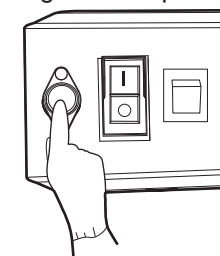

Fig.9
4. Appuyez sur le bouton de réinitialisation [9] (Fig. 9).